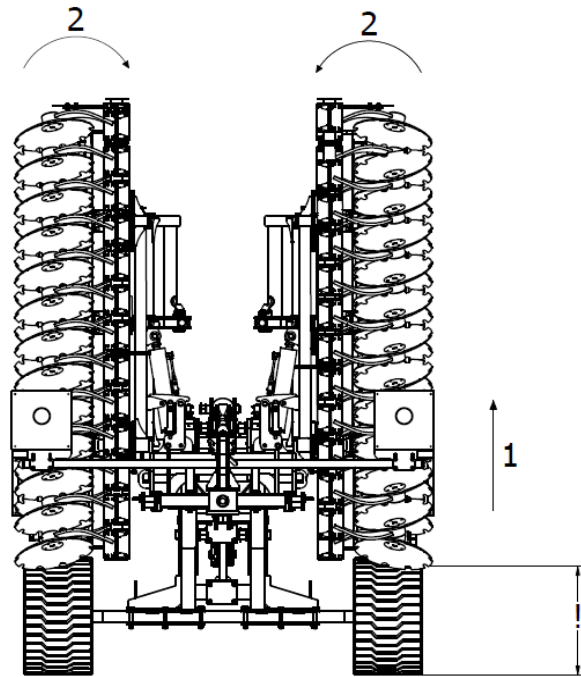

Abb. 5 Reihenfolge der Öffnung der Maschine: 1 - die Maschine bis zum Maximum anheben, 2 - die Flügel der Maschine in die „geschlossene“ Position klappen.
1. Zunächst muss die Maschine so weit wie möglich angehoben werden, damit sie korrekt zusammengeklappt werden kann und die Klapparme während der Bewegung nicht am Boden hängen bleiben (Abb. 5).
2. Im nächsten Schritt werden die Flügel der Maschine hydraulisch in die „geschlossene“ Position geklappt, um sicherzustellen, dass der Flügelverriegelungsmechanismus entriegelt wird und die Arme der Maschine zu einem späteren Zeitpunkt geöffnet werden können. Dieser Vorgang ist jedes Mal erforderlich, wenn die Arme geöffnet werden (Abb. 5).